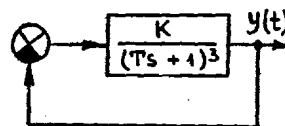

Рис. 25
12. Соедините эти звенья последовательно и охватите их единичной отрицательной обратной связью, как показано на рис. 25.
17. Измените знак обратной связи в схеме рис. 25 и повторите эксперименты и расчеты пп. 13 - 16.
18. Для системы, изображенной на рис. 25, постройте корневой годограф при $0 \leq K < \infty$ для разных знаков обратной связи. Поясните способ определения $K_{кр}$ с помощью корневого годографа.